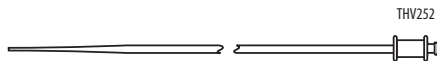

Figure 2
- b) deux dilateurs (Fig. 2) à revêtement hydrophile pouvant être utilisés pour dilater le vaisseau afin d'accueillir la gaine et/ou pour faciliter l'insertion et la traçabilité de la gaine dans le vaisseau.